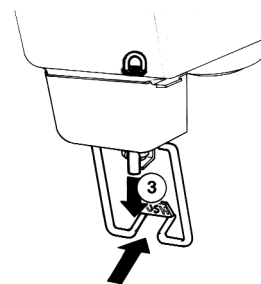

figure 12
- Tirer (3) doucement le tuyau vers le bas jusqu'à le bien placer (voir figure 12).